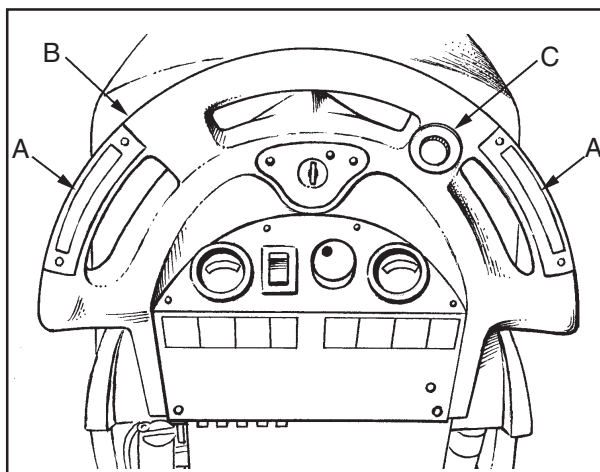

Figure 21
5. Lorsque l'un des interrupteurs gauche ou droit AV/AR (figure 21, A) est enclenché, la machine se déplace vers l'avant.
6. Appuyez sur le bouton de la vitesse de traction (figure 21, C) pour contrôler la vitesse.
8. Pour faire reculer la machine, appuyez sur le bouton de marche arrière blanc à gauche et à droite (figure 21, B) en même temps que vous appuyez sur l'un des boutons droit ou gauche de marche AV/AR (figure 21, A).